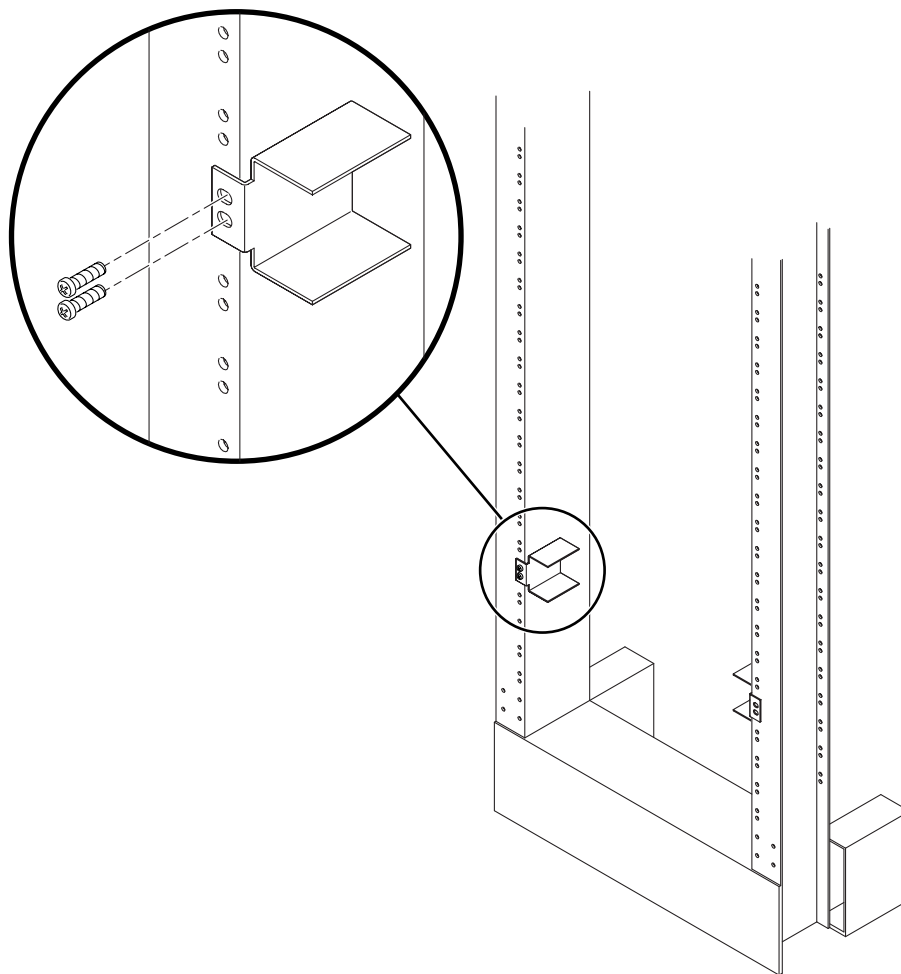

FIGURA 3-25 Instalación de las guías de los raíles en el bastidor
4. Levante las guías de los raíles hasta la altura que se desee en el bastidor y, con dos tornillos para cada una, fíjelas al bastidor (FIGURA 3-25).